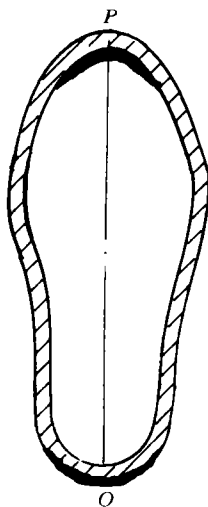

图2 鞋帮坐跟与跷头底面示意图
(2) 坐跟。鞋帮后跟帮脚下滑倒在楦底后端上,套楦后的表现如图2所示。图2中靠近 O 点的阴影部分是坐跟,靠近 P 点的阴影部分是跷头。